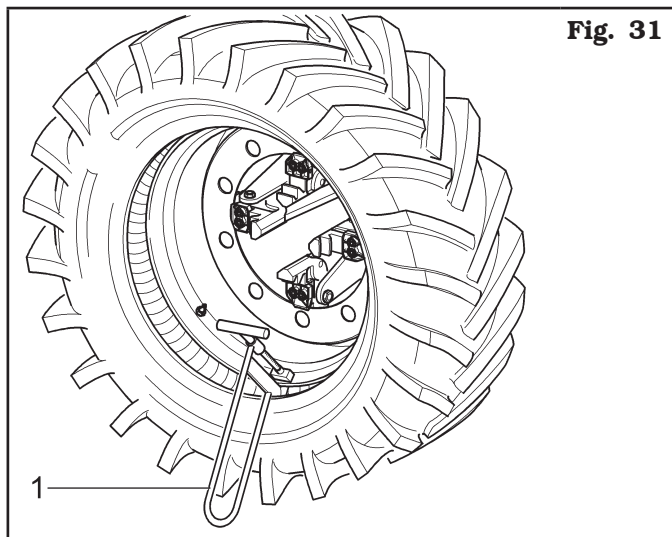

Fig. 31
- Lever le mandrin et monter l'étau (**Fig. 31 réf. 1**) sur la jante à l'extérieur du deuxième talon à environ 20 cm (7.87") de la soupape de gonflage vers la droite.
- Tourner le mandrin dans le sens des aiguilles d'une montre jusqu'à positionner l'étau (**Fig. 31 réf. 1**) à « 9 heures ».